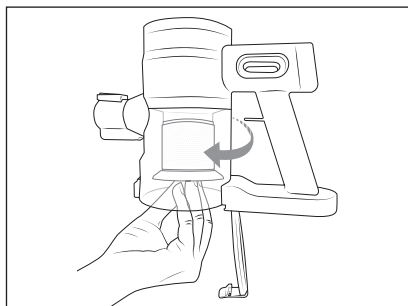

Fig. 11
- 2) Rimuovere il filtro in acciaio inox **6** e il filtro EPA **5** dal contenitore della polvere **2** ruotando il filtro EPA **5** in senso orario (vedere fig. 11). Poi estrarre il filtro in acciaio inox **6** e il filtro EPA **5** dal contenitore della polvere **2** tirandoli verso il basso.